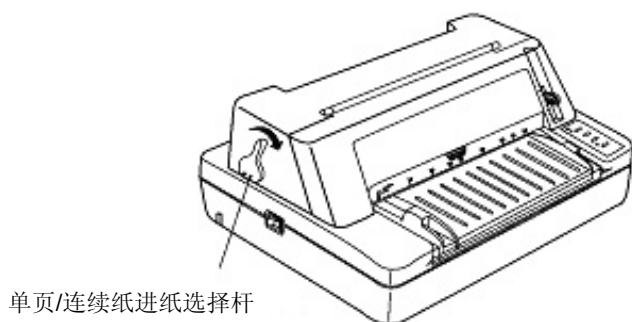

图 3-6 设定单页/连续纸进纸选择杆位置（连续纸）
2. 把单页/连续纸进纸选择杆拨到连续纸的位置（如图 3-6 所示）。